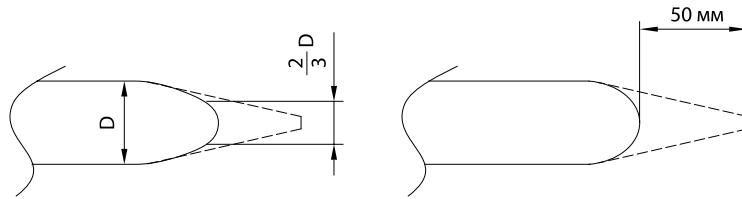

рис. 10
**■ Изнашивание наконечника инструмента (рис. 10)**
Нормы и типы изнашивания наконечника инструмента изменяются в зависимости от обрабатываемого материала и методов работы. Если диаметр изношенного наконечника долота меньше, чем  $\frac{2}{3}$  диаметра тела инструмента, и если наконечник инструмента изношен на 50 мм от наконечника (рис. 10), это считают нормальным изнашиванием инструмента. Следовательно, инструменты, имеющие такое нормальное изнашивание, будут отклонены для замены при гарантийных требованиях.